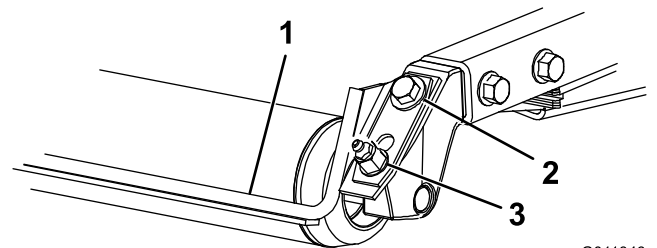

図 9
1. グリスフィッティングと取り付けねじをゆるめる 図 9。